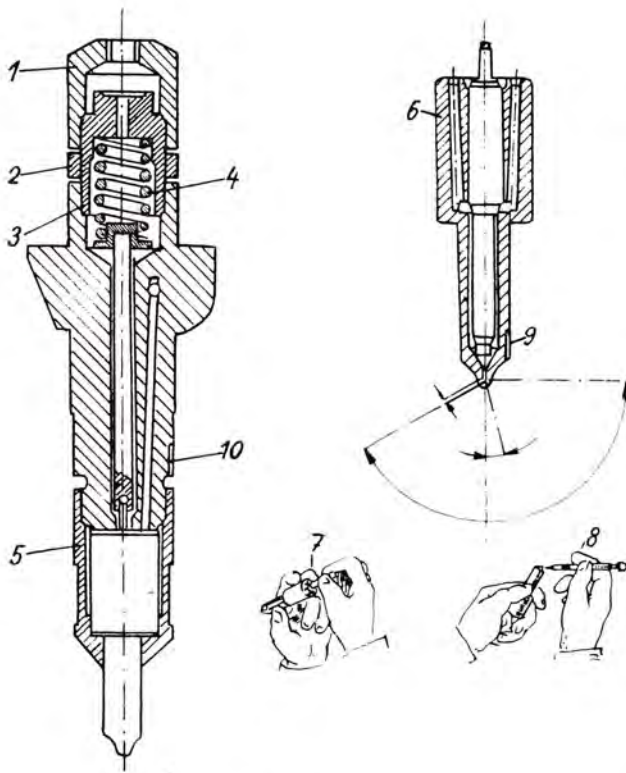

Abb. 37
3. Das ausmontierte Einspritzventil ist in einen Schraubstock zu spannen und der Deckel (Abb. 37/1) ist abzuschrauben. Die Sicherungsmutter (Abb. 37/2) und der Regelpropfen (Abb. 37/3) sind so zu lösen, dass die Feder (Abb. 37/4) im Einspritzventilkörper frei wird; sie darf nicht auf die Nadel drücken.
5. Die Spannmutter (Abb. 37/5) ist auszuschrauben und die Düse (Abb. 37/6) ist herauszunehmen.
- a) Aus der Düse ist die Nadel (Abb. 37/7) herauszunehmen und die durch Karbonansatz verschmutzten Löcher sind mit einer kalibrierten Nadel (\emptyset der Nadel ist 0,25 mm) (Abb. 37/8) zu reinigen.
Bei Rückmontage der Düse ist darauf zu achten, dass die Marke (Abb. 37/9) an der Düse mit der Marke (Abb. 37/10) am Halterkörper übereinstimmt. Das wieder zusammengebaute Einspritzventil ist auf seine Funktion zu überprüfen und auf vorgeschriebenen Druck einzustellen.
1. An das Einspritzrohr von der Pumpe ist das Einspritzventil zu befestigen. Vom Ventil ist der Deckel abzunehmen und die Sicherungsmutter (Abb. 37/2) zu lösen.
2. Durch Hebelbewegung ist Kraftstoff in das Einspritzventil zu pumpen, wobei die Skala des Manometers zu beobachten ist. Durch Lockern oder Festziehen des Regelpfropfens (Abb. 37/3) ist das Einspritzventil auf vorgeschriebenen Druck, welcher 160 atü betragen soll, einzustellen.
3. Nach Einstellung des Einspritzventiles ist der Regelpfropfen mit einer Sicherungsmutter (Abb. 37/2) zu sichern und der Deckel anzuschrauben.
3. Der Dekompressor ist einzuschalten, der Handgashebel in die Lage der maximalen Förderung einzustellen und der Motor durchzudrehen. Der Zerstäubungskegel des einzustellenden Einspritzventiles ist mit dem Zerstäubungskegel des überprüften Ventiles zu vergleichen und der Unterschied ist durch entsprechendes Anziehen oder Lockern des Regelpfropfens (Abb. 37/3) zu beseitigen.